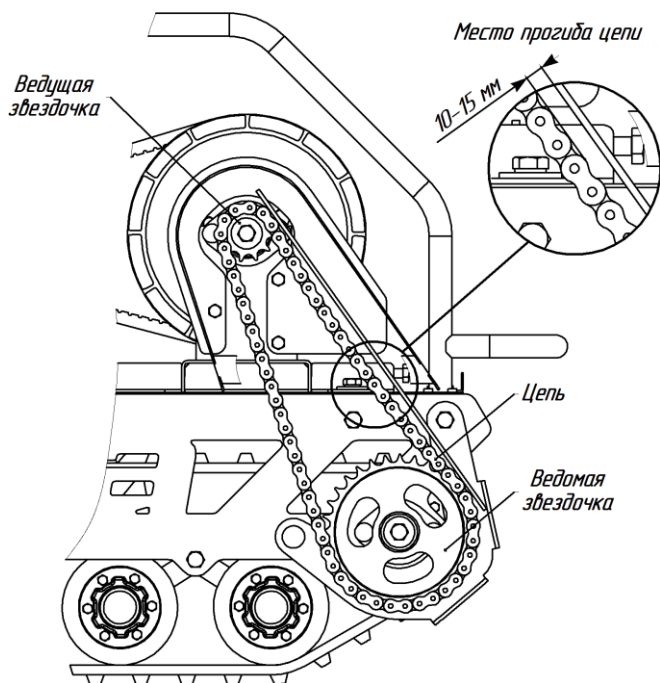

Рис.8. Проверка натяжения цепи
Нормально натянутая цепь, посередине между звездочками будет иметь прогиб 10-15 мм (рис.8). Свободный ход менее 5 мм приведет к быстрому растяжению цепи и, как следствие, к износу звездочек. Излишне свободная цепь может слететь на ходу. Свободную цепь необходимо подтянуть.
- отрегулируйте натяг гусеницы с помощью болта натяжения гусеницы (поз.3) в сторону против движения мотобуксировщика, вращая болт по часовой стрелке. Болты натяжения гусеницы (поз.3) с обеих сторон необходимо закручивать/откручивать на одинаковые расстояния, ориентируясь на расстояние от центра болта ведомого вала до центра болта ведущего вала (рис.8). При этой регулировке расстояния с левой и правой стороны мотобуксировщика **обязательно** должны быть одинаковыми.